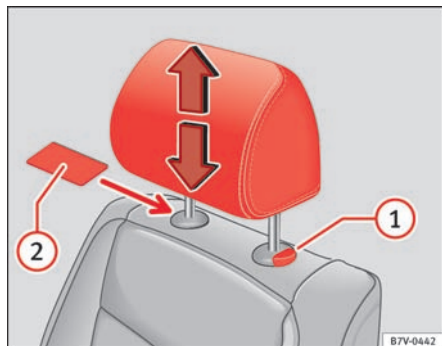

Fig. 86 Afmontering af hovedstøtte foran
- Skub om nødvendigt en flad genstand, fx et plastikkort, ind mellem ryglænets indtræk og dækkappen til hovedstøttens føringstang ⇒ Fig. 86 .